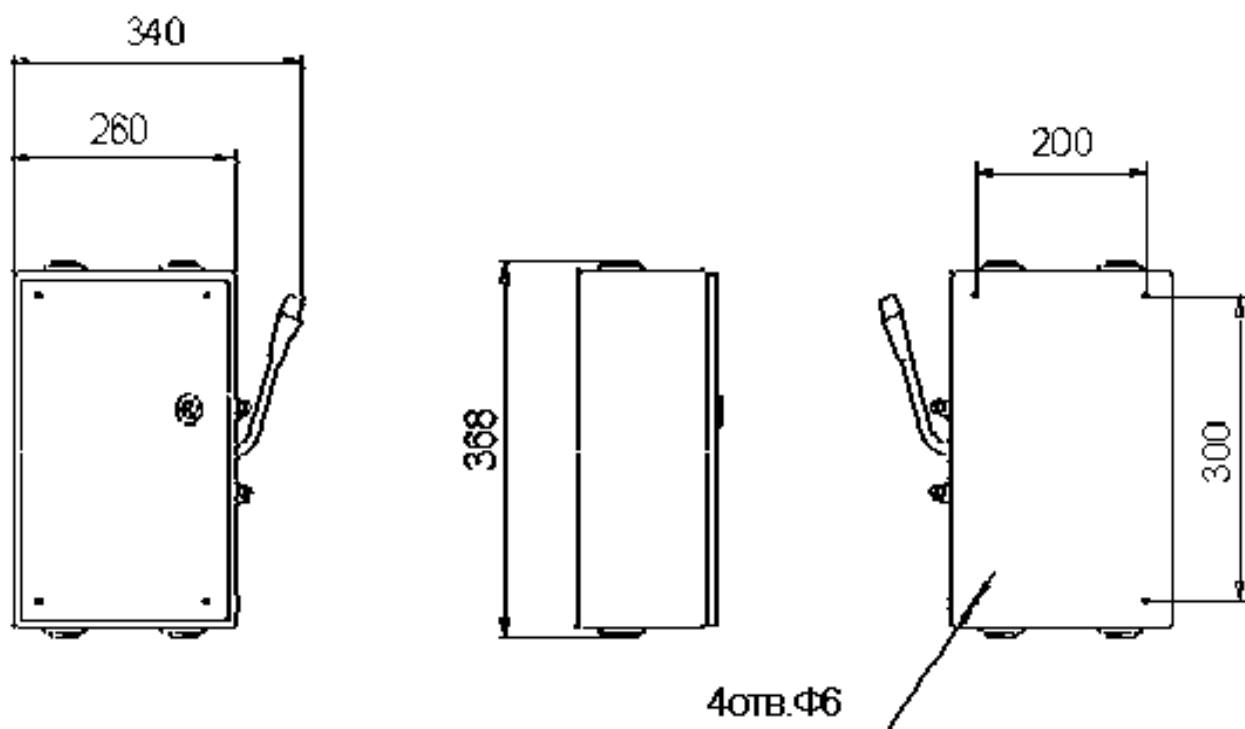

Рис.1. Внешний вид, габаритные и установочные размеры корпуса ящика силового ЯБПВУ-100-54-УЗ-Узола.
2.13. Габаритные и установочные размеры	- см. рис.1;